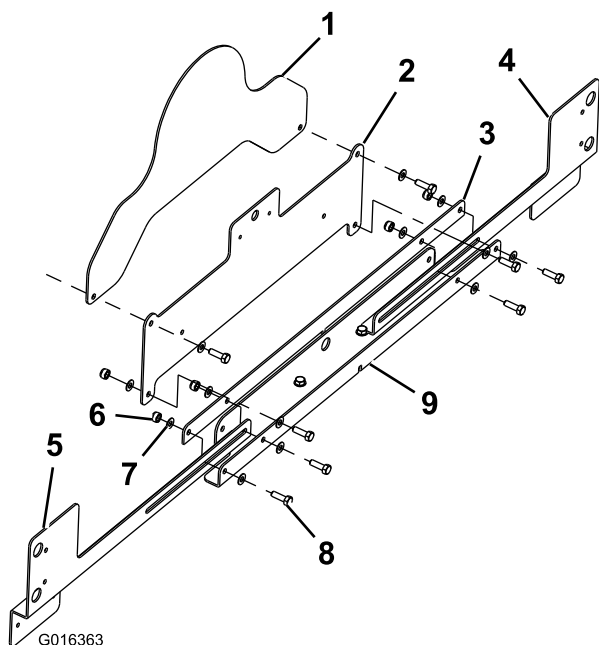

Figura 9
1. Monte el soporte trasero según se muestra en Figura 9.